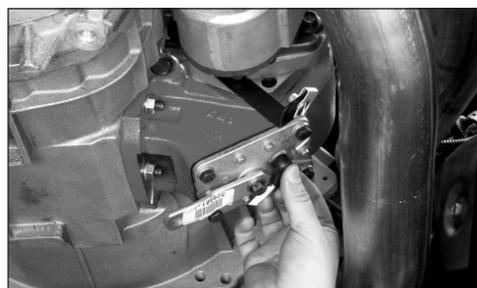

Fig. 19
21. Passe o feixe de fiação elétrica sobre a parte de cima da transmissão e faça a conexão do conector tipo cachimbo com o interruptor indicador da TDF (Fig. 19). Consulte a página 19 deste manual sobre a instalação do interruptor no painel. Prenda o feixe à transmissão para proteger o relé contra danos.